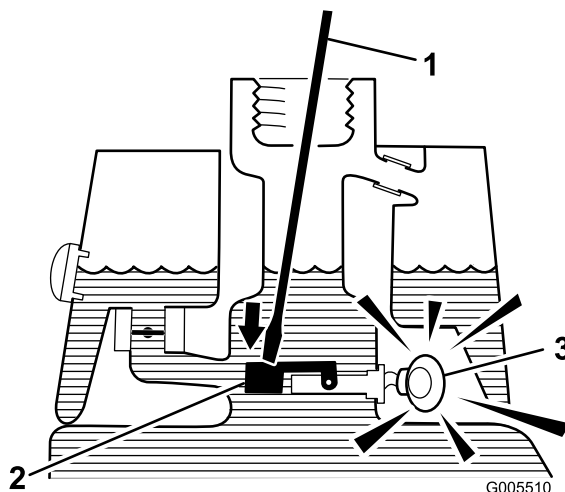

Figura 28
- Inserite nel collo del serbatoio un'asta o un cacciavite puliti, e premete con cautela l'interruttore galleggiante (Figura 28). Dopo un secondo dovrebbe scattare l'allarme.